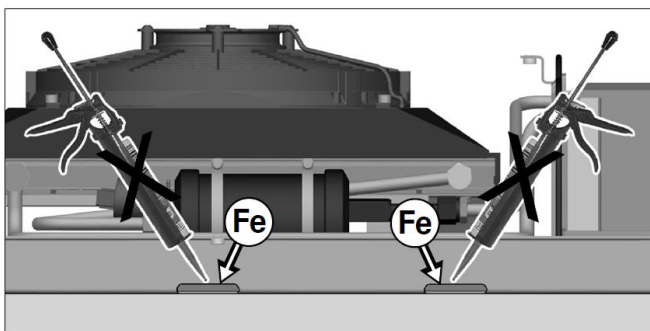

Рис. 6А
**Не наносите герметик на отверстия слива дождевой воды из конденсерного блока.** (Рис. 6А)